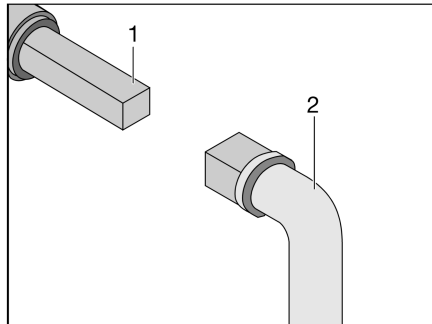

Fig. 359 Utilisation du robinet d'évacuation des eaux usées
- Insérer la clé (Fig. 359,2) sur la vis à quatre pans (Fig. 359,1).